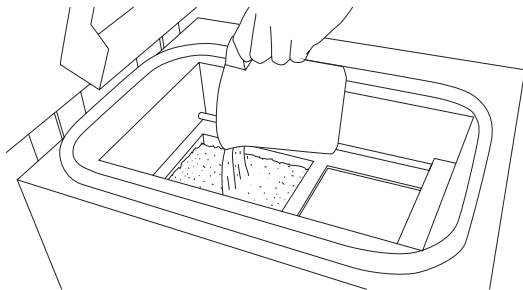

Bild 19. Schritt 1. Pulver in das VORSCHUBBETT einfüllen.
- Gewähltes Pulver (PA12/PA11 PRINT READY POWDER oder eines aus der TPU-Gruppe) zum VORSCHUBBETT mit maximal 10[l] Pulver hinzufügen. Füllen Sie das VORSCHUBBETT mit dem Pulver und drücken Sie es langsam, aber entschlossen (mit einer Spachtel). Gehen Sie vorsichtig vor, damit das Pulver nicht in die Luft fliegt (es wird empfohlen, zum Hinzufügen des Pulvers einen Spatel zu verwenden) (Bild 19 und 20).